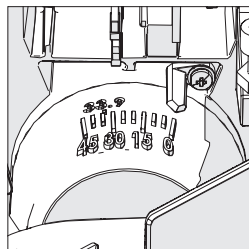

Fig. 23
- le impostazioni, è presente una scala goniometrica (**Fig 23**).